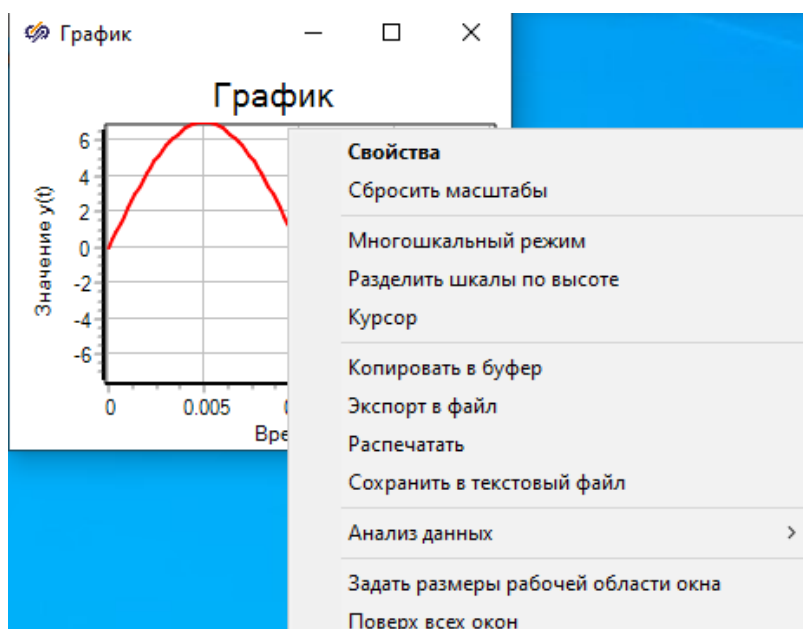

Рис. 1.18
10. Переместить курсор в центральную часть окна графика и сделать щелчок правой кнопкой мыши. В результате появится контекстное меню (рис. 1.18), в котором можно выбрать команды для копирования в буфер обмена, экспорта в файл, распечатывания и сохранения в текстовый файл изображения графика и т.д.